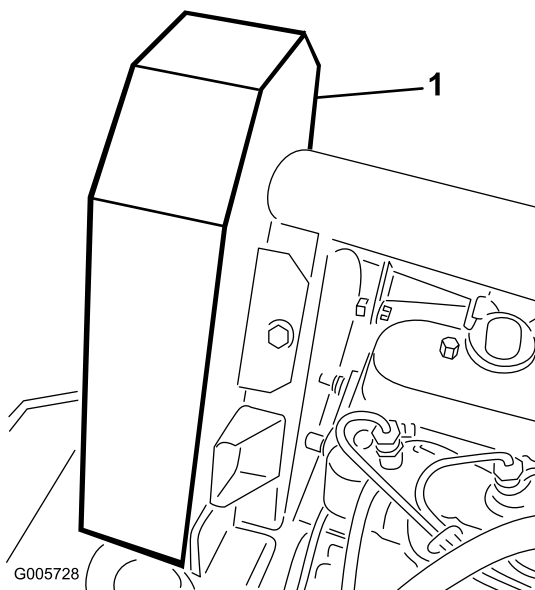

Figure 66
2. Enlevez les vis (5) de fixation du couvercle de la courroie du ventilateur et enlevez le couvercle (Figure 66).
5. Montez le couvercle de la courroie de ventilateur et fixez-le en place avec les vis (Figure 66). Refermez et verrouillez le capot.
4. Montez le couvercle de la courroie de ventilateur et fixez-le en place avec les vis (Figure 66). Refermez et verrouillez le capot.